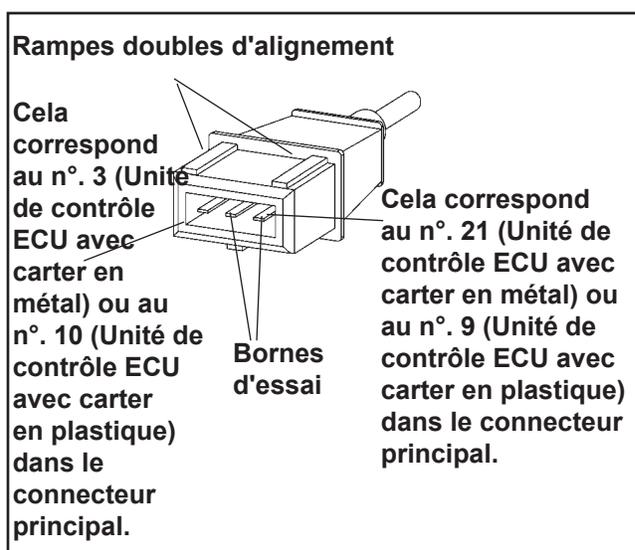

Figure 5B-5. Connecteur du capteur de vitesse.
6. Détacher le connecteur du capteur de vitesse du câblage. Il s'agit du connecteur à conducteur noir (voir la Figure 5B-5). En observant le connecteur comme il est montré (rampes doubles d'alignement en haut), vérifier la résistance entre les bornes indiquées. Il faudrait obtenir à nouveau une lecture de $750\text{-}1\ 000 \ \Omega$.